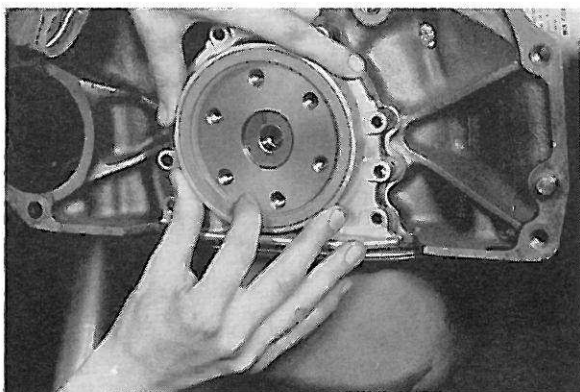

Figure 48. Montage de la bride d'étanchéité arrière (joint caoutchouc)
3. Monter la bride d'étanchéité, avec surface d'étanchéité bien nettoyée, en mettant un joint neuf (commencer par lubrifier le joint d'étanchéité). Le montage de la bride d'étanchéité sur le vilebrequin doit se faire avec précaution, comme indiqué sur la figure 48. Faire avancer le joint d'étanchéité avec un doigt.